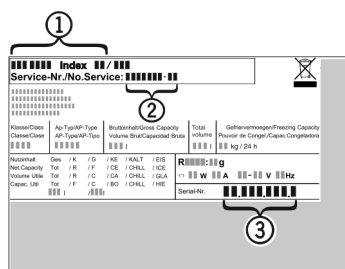

Fig. 3
- Relever la désignation de l'appareil *Fig. 3 (1)*, le n° de service *Fig. 3 (2)* et le n° de série *Fig. 3 (3)* sur la plaquette signalétique. Cette plaquette se trouve sur la paroi intérieure gauche de l'appareil.
- Informer le S.A.V. et lui communiquer la panne, la désignation de l'appareil *Fig. 3 (1)*, le n° de service *Fig. 3 (2)* et le n° de série *Fig. 3 (3)*.